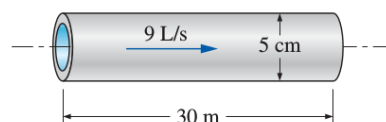

Figura 17: Tubo.
**Exercício 20.** Água escoar em regime permanente em um tubo horizontal de  $30 \text{ m}$  de comprimento e  $5 \text{ cm}$  de diâmetro feito de aço inoxidável ( $\epsilon = 0,002 \text{ mm}$ ) a uma vazão de  $9 \text{ L/s}$  (figura 17). Determine (a) a queda de pressão ao longo do tubo e (b) a perda de carga. **Resposta:**  $h_L = 10,1 \text{ m}$ .